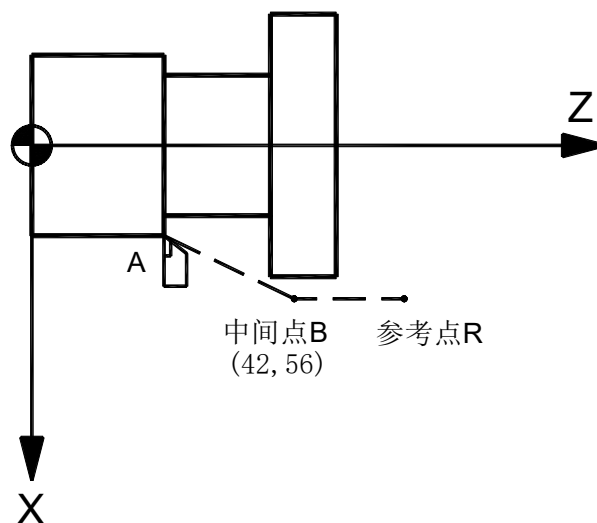

图 2-11
(1) 以快速回零速度（由参数 P109 设定）从当前位置定位到指令轴的中间点位置（A 点—B 点），如图 2-11。
(2) 以快速回零速度从中间点向参考点方向移动（B 点—R 点）。
(3) 检测到减速信号后，低速运行（由参数 P043 设定）寻找精定位信号。
(4) 检测到精定位信号后，返回零点执行完毕，回零灯亮。